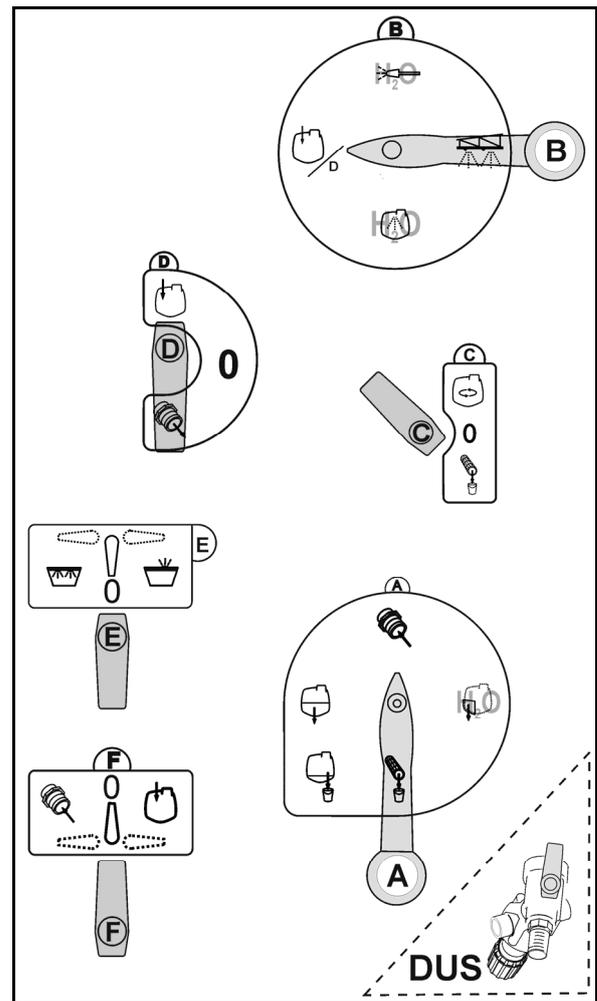

Fig. 13
5. Portare i rubinetti di commutazione del quadro di comando nella posizione indicata (Fig. 13):